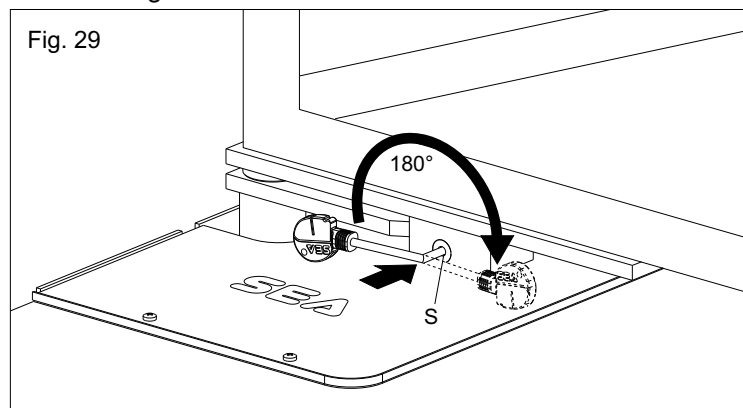

Fig. 29
- Insérer la clef fournie dans la fissure (S) et tourner la poignée de 180° vers le centre du portail (Fig. 29).